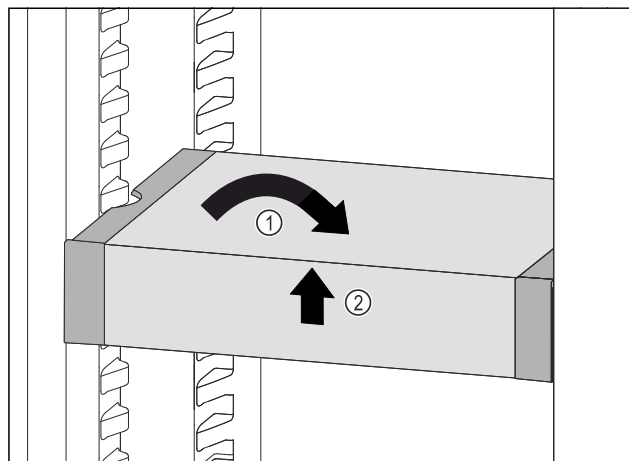

Fig. 123
- ▶ Placer VarioSafe lige Fig. 123 (1)
- ▶ Løft VarioSafe op foran Fig. 123 (2)